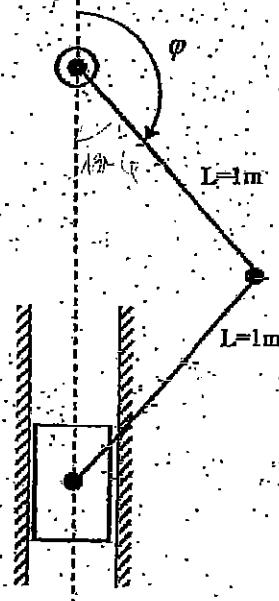

Figura 1.
En la figura 1 se presenta el esquema del mecanismo de una máquina de compactación. Dicha máquina es accionada por un motor eléctrico rotativo continuo de par constante acoplado en la manivela. El proceso de compactación genera una fuerza resistente sobre el pisón (F) que se puede modelizar aproximadamente tal y como se representa en la figura 2. Se necesita que el mecanismo realice, en régimen estacionario, 100 ciclos de prensado por minuto girando a velocidad constante con un grado de irregularidad máxima admitido de 0,08. Se pide: